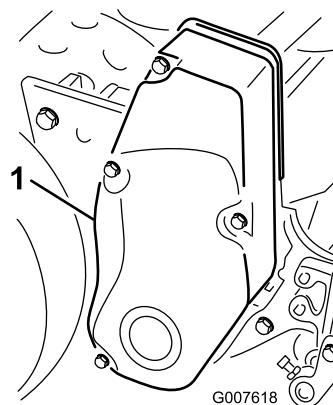

Bild 36
1. Nehmen Sie die Befestigungsschrauben der Riemenabdeckung und die Riemenabdeckung ab, um den Riemen zugänglich zu machen (Bild 36).